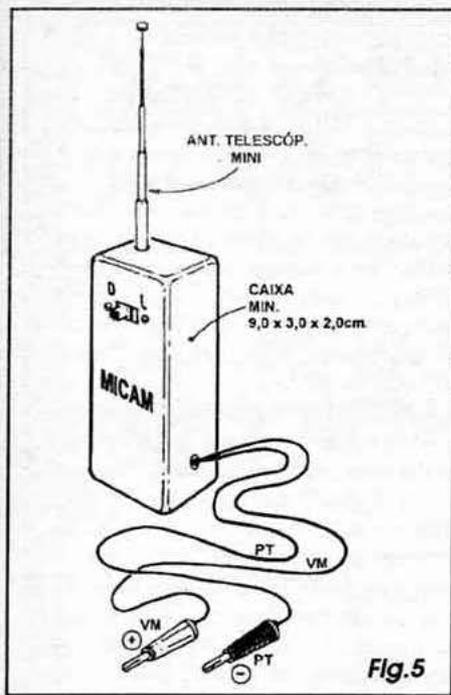

Fig.5
- FIG. 5 - ENCAIXANDO O MICAM...